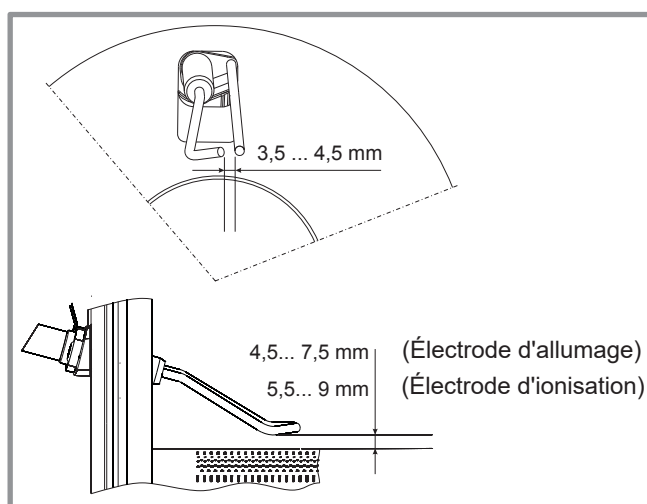

figure 49 - Réglage des électrodes
- Vérifier l'écartement et le positionnement des électrodes (figure 49).